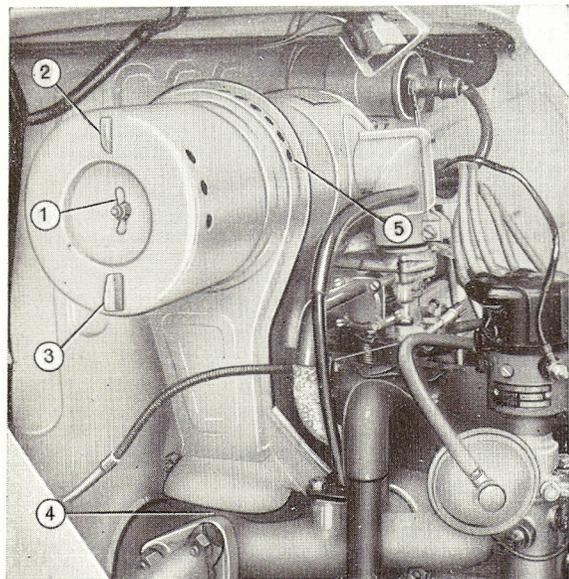

Fig. 26. — Filtro de aire.
El filtro de aire (fig. 26) lleva toma de aire caliente (4) sobre el colector de escape, para funcionamiento en invierno. Para ello se afloja la palomilla (1) y se gira la tapa del filtro en 180°, hasta colocar la aleta roja (2) en la parte superior (tiempo frío). Para el uso del coche en verano, debe situarse en la parte superior la aleta